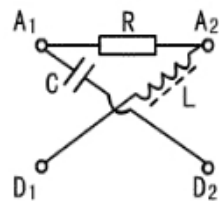

图10 三元件的某种连接
2. 若将黑箱内某两对接线柱间的电阻、电容、电感如图 10 所示连接，如何用万用表和信号发生器两种仪器测出电容、电感的数值  $C$ 、 $L$ 。